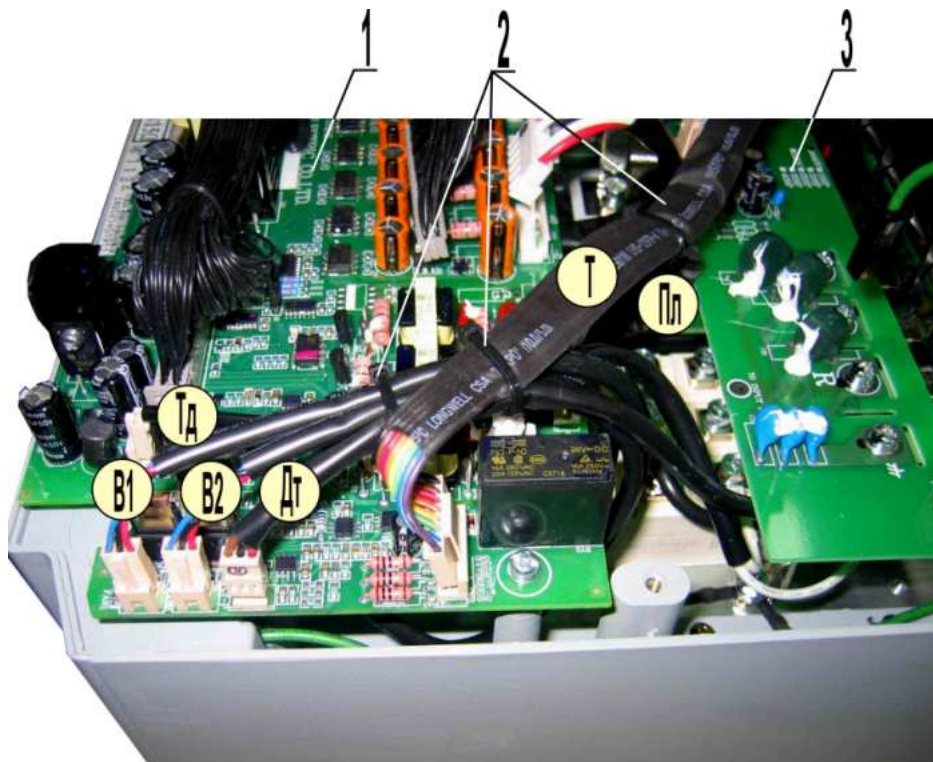

Рис. 7.28
7.13.15. Скрепить жгуты токовых датчиков и управления диодно-тиристорными модулями стяжкой 2 (рис. 7.28). Отрезать хвост стяжки у замка.
7.13.16. Скрепить жгуты термодатчика, вентиляторов и датчика тока шины «+» стяжкой 2 (рис. 7.28). Отрезать хвост стяжки у замка.
7.13.17. Скрепить между собой группы жгутов стяжками 2 (рис. 7.28). Отрезать хвост стяжки у замка.